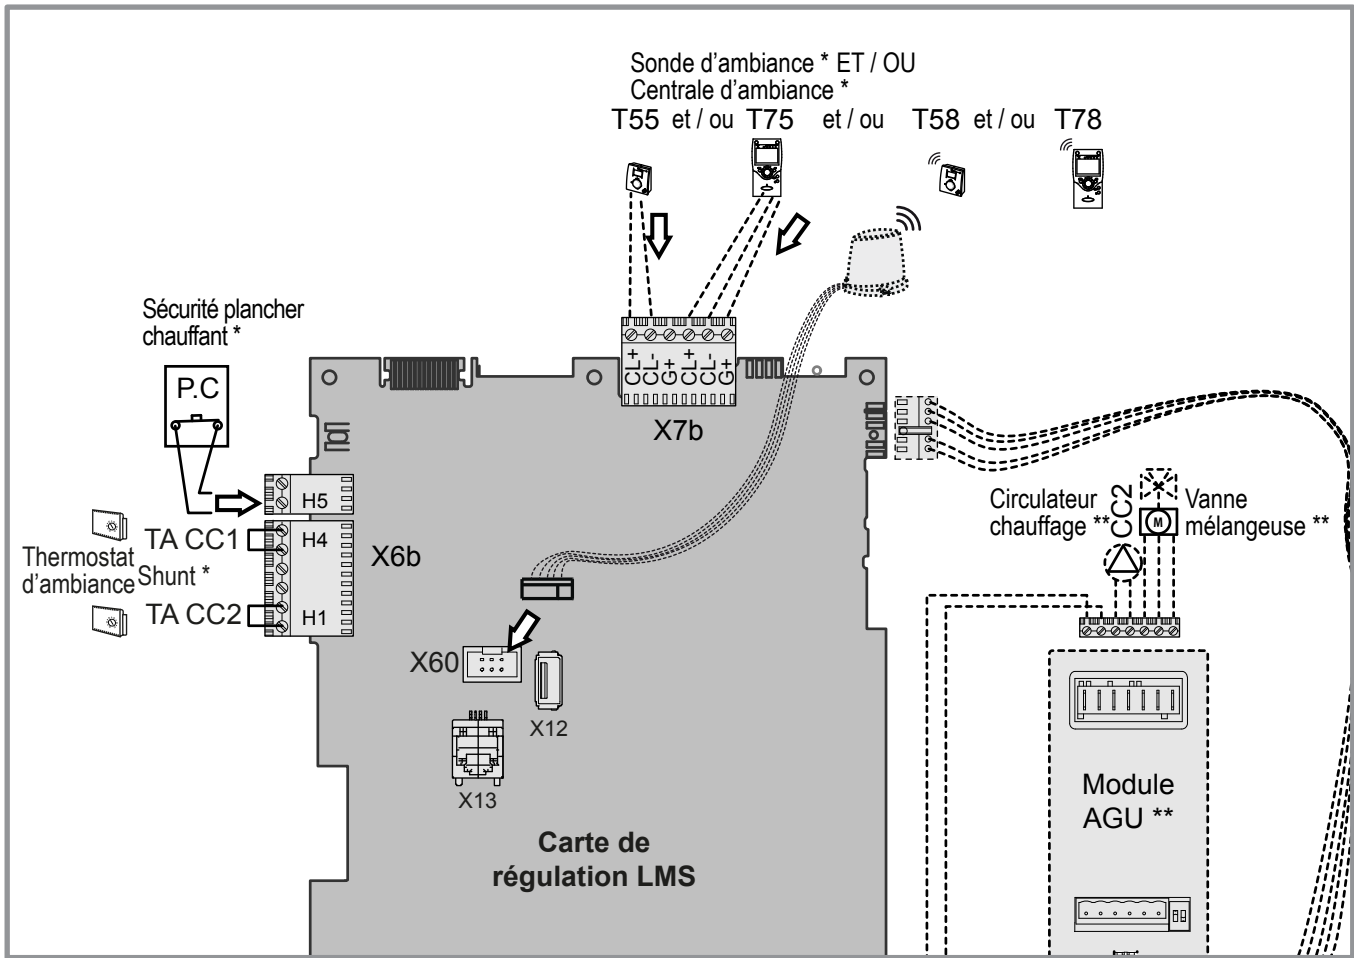

figure 27 - Raccordements sur la carte de régulation (accessoires et options)
- Installation équipée d'une ou deux sondes d'ambiance (T55) : Raccorder chacune des sondes sur l'une des bornes CL+ et CL- de la carte de régulation de la chaudière à l'aide du connecteur fourni (*figure 27, page 22*).